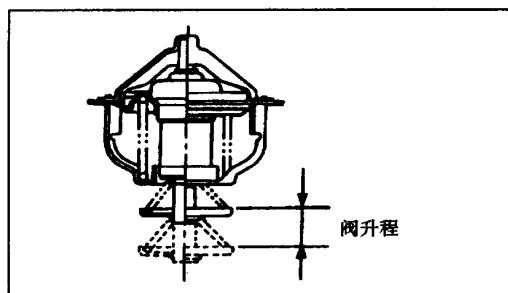

图 8-5
- (2) 使水温上升到全开温度时，检查阀的上升量是否为标准值(见图8-5)。标准值： 95°C ，上升量： 8.5mm 以上